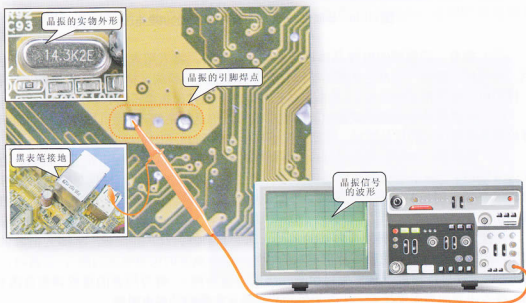

图11-12 检测时钟晶体的晶体信号波形
(2) 接着,应继续对时钟晶体进行检测,检测时,将万用量程旋钮调至直流电压挡,将黑表笔接地,红表笔分别接晶体的两个引脚上进行检测,检测后发现两个引脚有不一样的电压值(相差约0.4V),判断晶体已经起振(通常起振电压为1.1~1.6V)。
(3) 检测晶体也可用示波器检测其输出信号波形是否正常,如图11-12所示为用示波器检测晶体输出端的信号波形,正常情况下应能观察到14.318MHz的正弦信号波形。